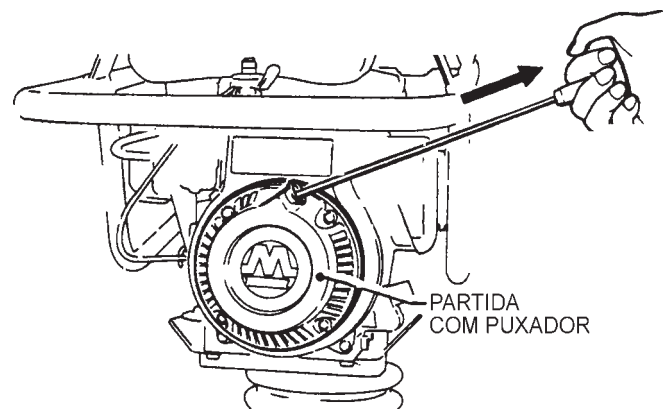

Figura 10. Dispositivo de Partida por Corda
4. Segure a alavanca de partida (Figura 10) e puxe-a até sentir uma leve resistência. Em seguida puxe-a forte e rapidamente. Retorne a alavanca de partida à caixa antes de liberá-la.